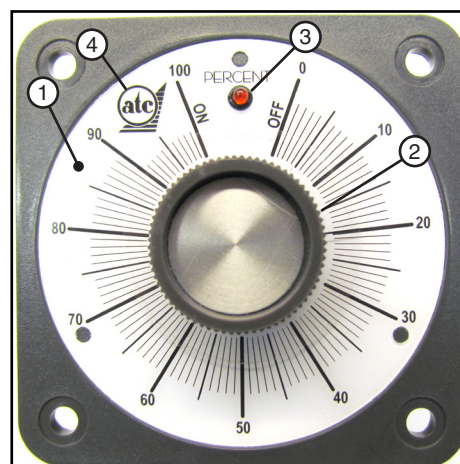

Figura 32-2 1. Timer % a stato solido ATC
- Il timer % a stato solido ATC è illustrato nella Figura 32-2